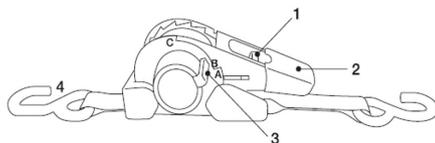
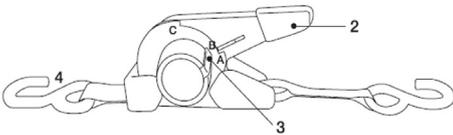

Fig. 1
Fig. 2
1. Ratschensicherung (1) eindrücken und Ratschengriff (2) in Position (A) bringen (Fig.1).
2. Zurrgrurt (4) auf die gewünschten Länge ausziehen und die Haken sichern (Fig.1).
3. Ratschengriff von Position (B) nach (C) und zurück bewegen zum Spannen des Gurtes.
4. Ratschengriff in die Grundposition (B) bringen (Fig.2).